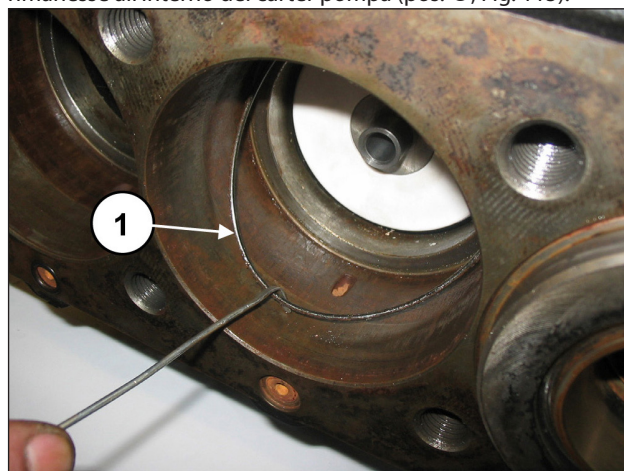

Fig. 115
Estrarre il gruppo supporto guarnizioni e l'attrezzo tampone. Rimuovere l'O-ring di fondo supporto guarnizione qualora rimanesse all'interno del carter pompa (pos. ①, Fig. 115).